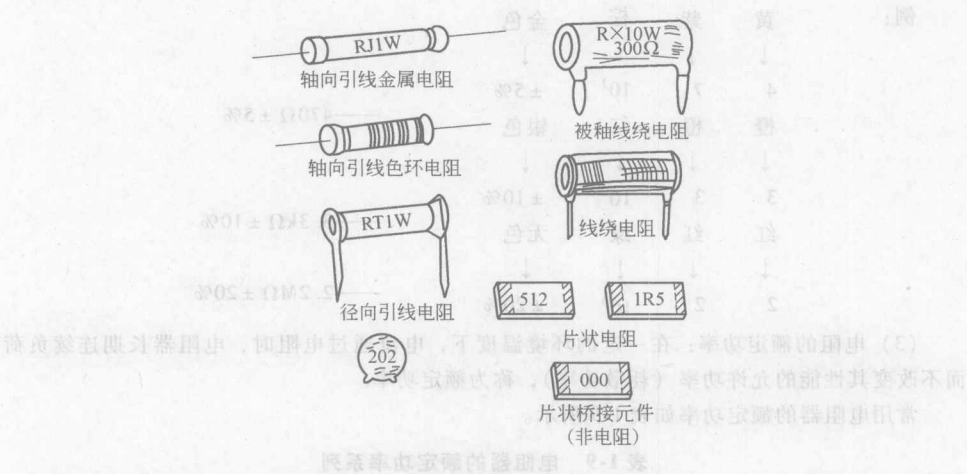

图 1-1 电阻器的直标法
1) 直标法。将电阻的标称值和偏差等级直接用数字印在电阻上。例如  $5.1\text{k}\Omega \pm 10\%$ 。就是  $5100\Omega$  偏差为  $\pm 10\%$ ； $100\Omega \pm 5\%$  就是  $100\Omega$  偏差为  $\pm 5\%$ 。有的没有标注偏差等级的，则一律表示偏差为  $\pm 20\%$ ，如图 1-1 所示。